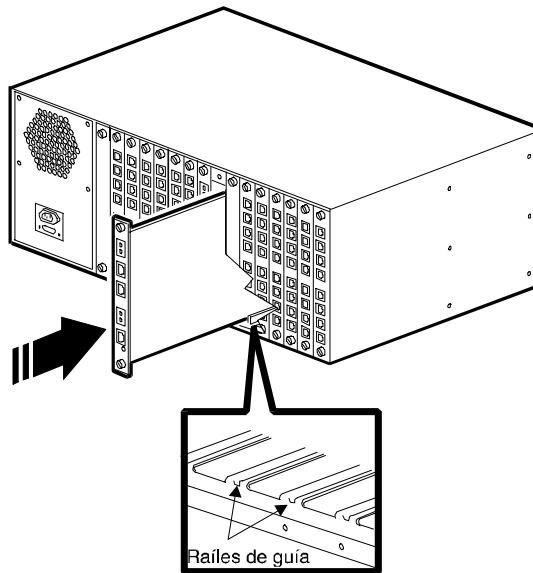

Figura 2-2. Insertar la tarjeta adaptadora PRI
2. Empezando por la ranura 8, sostenga la tarjeta por los bordes con el panel posterior de cara a usted y alinee la tarjeta con las guías de metal. Consulte la Figura 2-2.